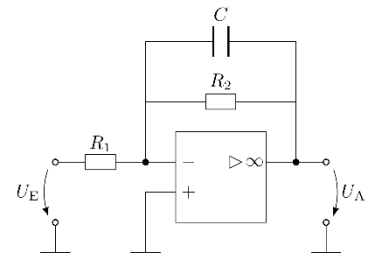

Abb. 5: Operationsverstärkerschaltung
c) • Angenommen, die zu messende Spannung sei nun eine Wechselspannung und parallel zum Widerstand R_2 befinde sich eine parasitäre Kapazität C (siehe Abb. 5). Geben Sie die Übertragungsfunktion der Verstärkerschaltung $G(j\omega)$ an! (**Formel**)